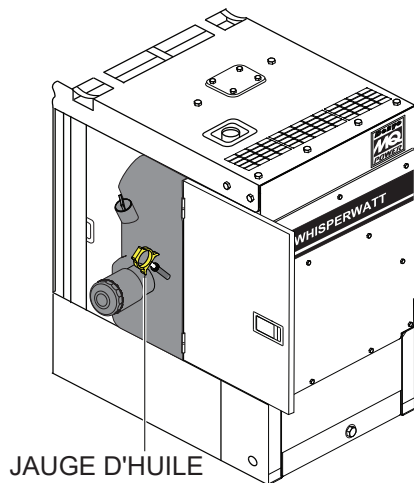

Figure 27. Jauge d'huile moteur
2. Retirez la jauge de son support (Figure 27) et essuyez-la.